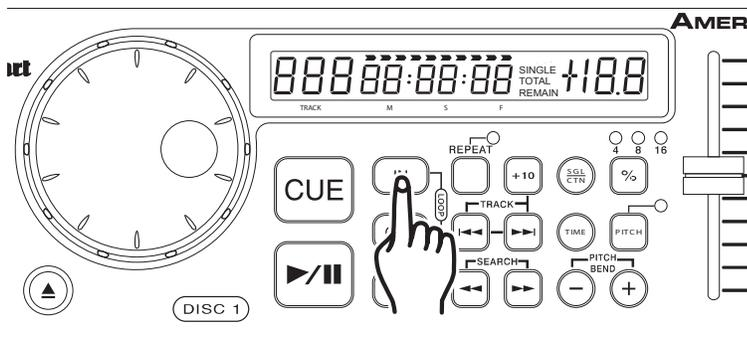

Figura 17
- 1) Presionar el **BOTÓN PLAY/PAUSE (17)** para activar el modo de reproducción
- 2) Presione el **BOTÓN IN (4)**. Esto fijará el punto de inicio del RULO (figura 17). *El LED del BOTÓN IN (2) titilará.*